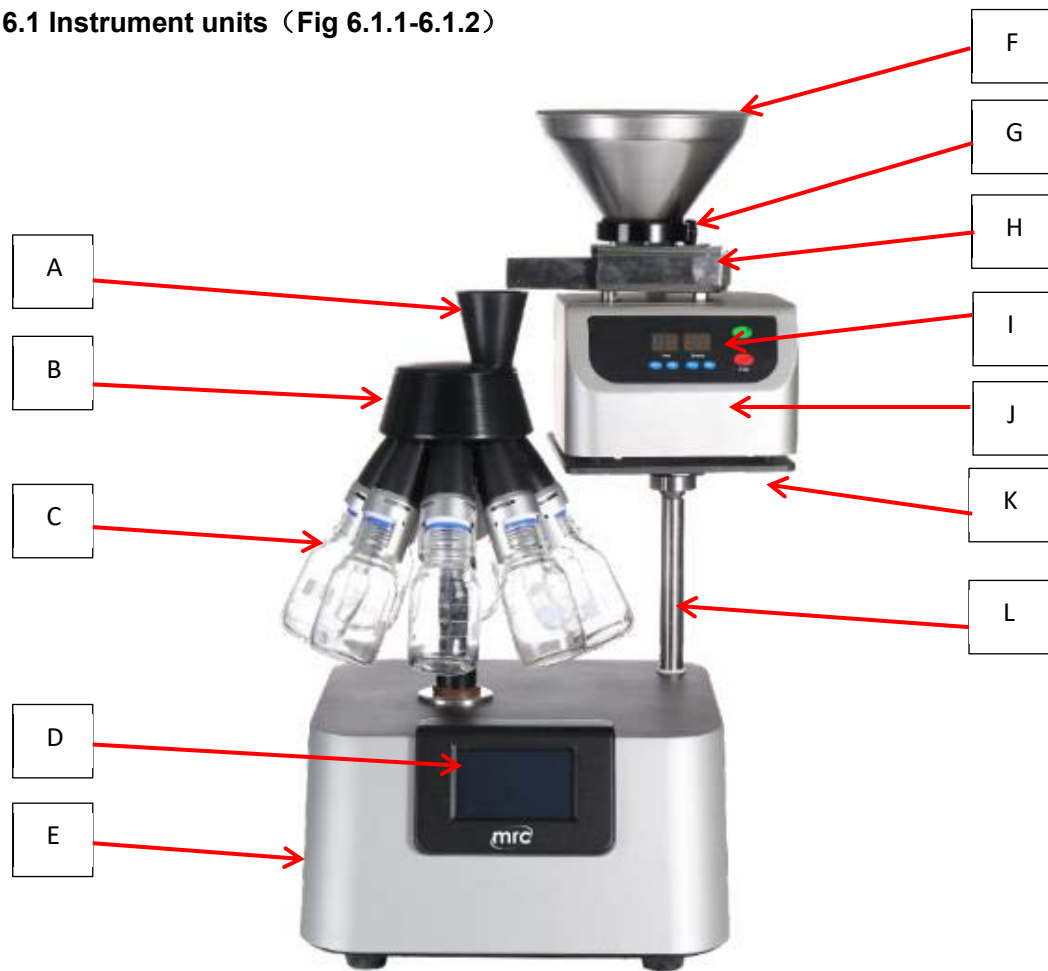

Fig. 6.1.1
6.1 Instrument units (Fig 6.1.1-6.1.2)